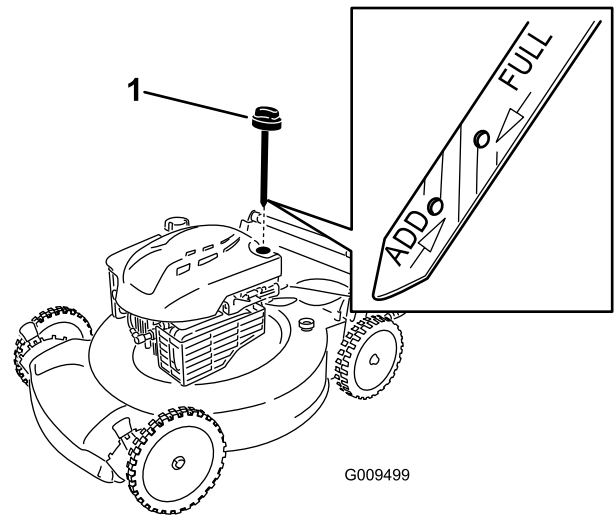

Figure 22
6. Retirez la jauge de niveau du tube de remplissage (Figure 22).